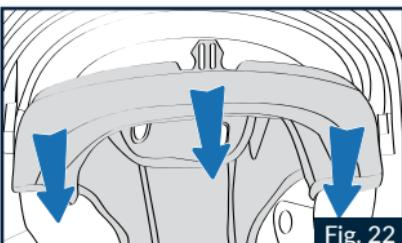

Fig. 22
3.2 Agarre la zona frontal izquierda del acolchado interior y tire de ella hacia arriba para extraer la respectiva lengüeta del acolchado interior del soporte fijado a la calota interna de poliestireno (Fig. 22). A continuación, repita la operación con la lengüeta frontal central y con la derecha.
4.2 Introduzca la lengüeta frontal central del acolchado interior en el asiento correspondiente presente en el soporte fijado a la calota interna de poliestireno y empujela hacia abajo hasta que quede completamente enganchada (Fig. 22). Repita la operación con la lengüeta izquierda y la derecha comprobando que los extremos laterales del acolchado interior estén colocados entre los pequeños bastidores laterales exteriores y la calota interna de poliestireno.